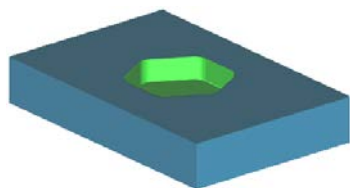

图 2.8.3 2D 仿真结果
Step3. 单击“刀轨可视化”对话框中的 **2D 动态** 选项卡，然后单击“播放”按钮，即可进行 2D 动态仿真，完成仿真后的模型如图 2.8.3 所示。